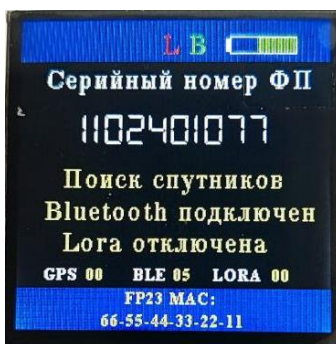

Рисунок 7.3
7.5.5 Так же в рабочем режиме трекер по каналу BLE обнаруживает включенный газоанализатор ФП23 с серийным номером, высвеченным на экране трекера. После завершения поиска газоанализатора, трекер инициирует подключение к нему по каналу BLE. После успешного подключения на экране трекера, вверху дисплея, буква «В» красного цвета замениться на букву «В» зеленого цвета (Рисунок 7.3), а также надпись «Bluetooth отключен» замениться на «Bluetooth подключен».